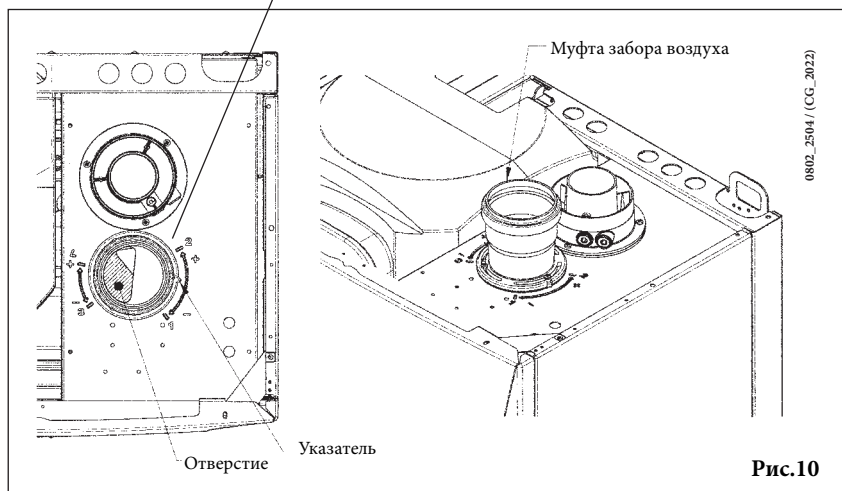

Рис.10
- откройте доступ к клеммам подключения электропитания (рис.10),
- подключите двухпроводной кабель, идущий от термостата, к клеммам (1) и (2);